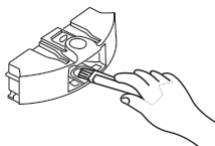

Рис.2
2. Выньте воздуходув, затем очистите отверстие забора/выхода воздуха щёткой для очистки. (См. Рис.2 и Рис.3)